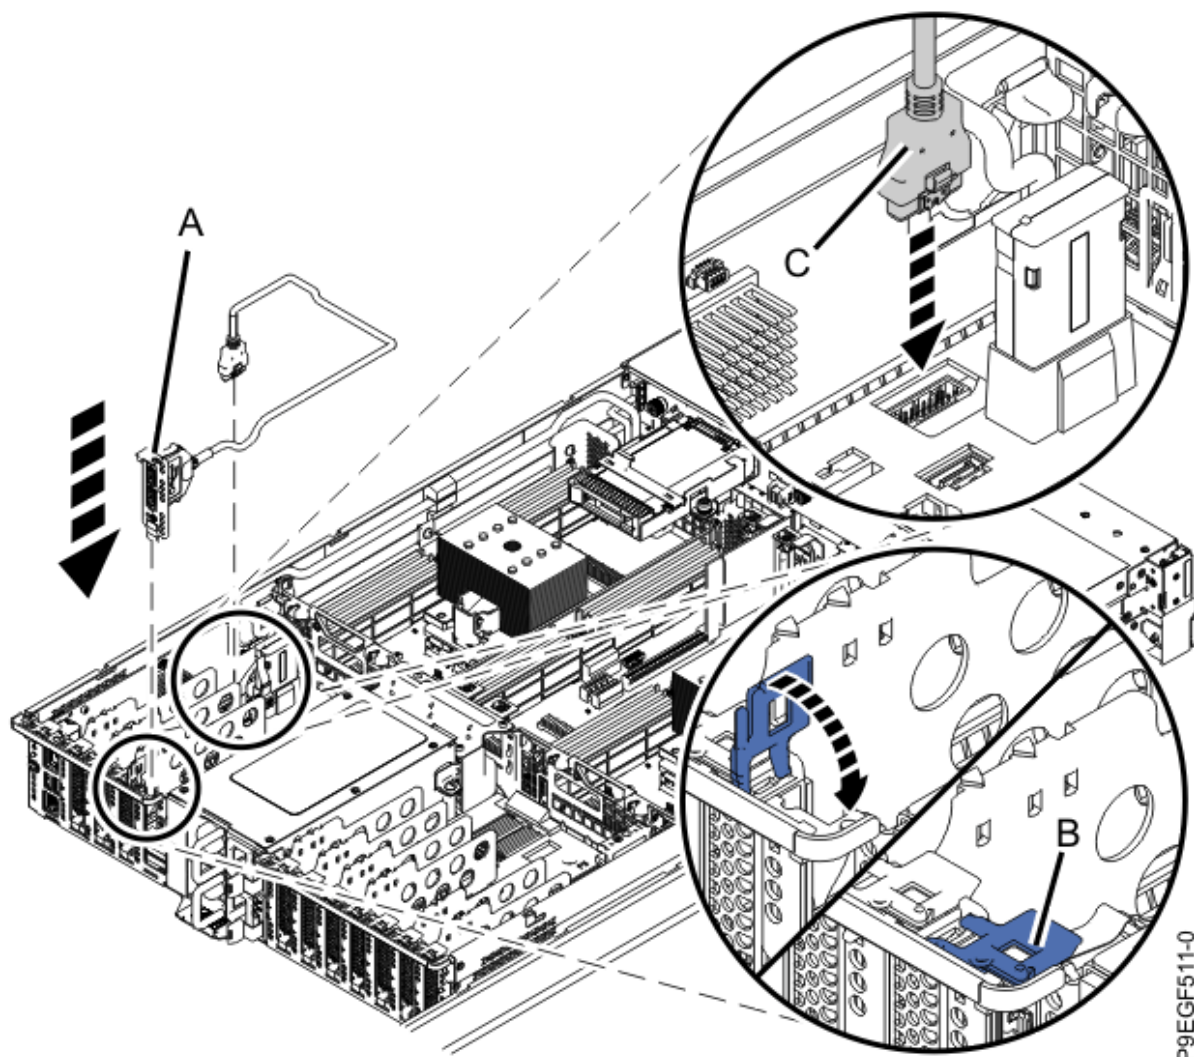

Figura 6. Substituir o cabo USB posterior
2. Insira a caixa do cabo USB posterior **(A)** na ranhura do adaptador PCI na parte posterior do sistema conforme demonstrado em Figura 6 na página 8.